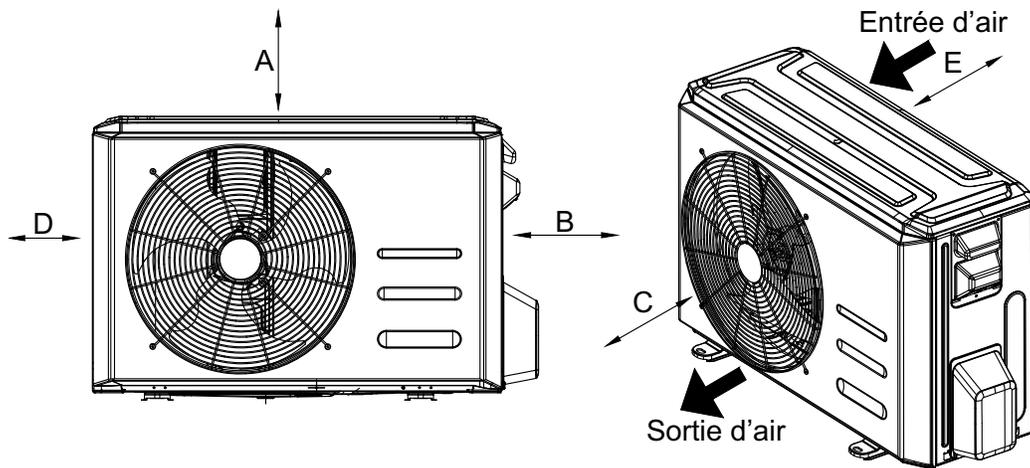

Fig. 7 – Dégagements
- Emplacement qui fournit les dégagements appropriés (voir figure 7).
- Laissez suffisamment d'espace pour permettre la circulation d'air et l'entretien du module. Consultez la figure 7 pour connaître les distances minimales requises entre l'appareil ou les murs.